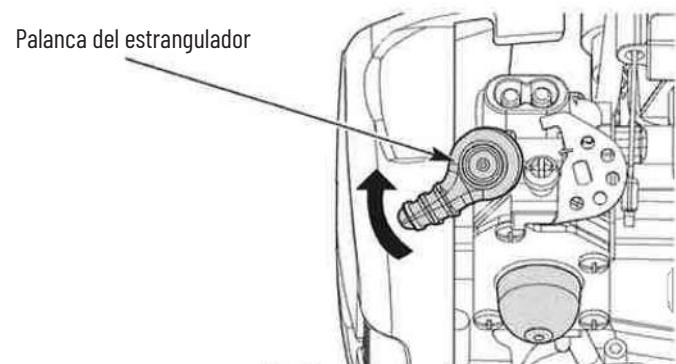

Fig. 6
4. Gire la palanca del estrangulador en sentido horario hasta que haga clic (Fig. 6).
- NOTA: Inclíne siempre la unidad hacia atrás para que las púas se separen del suelo al arrancarla (Fig. 6).